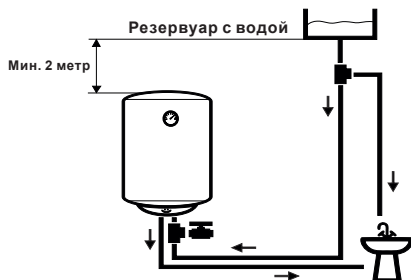

Рис. 2 Схема установки подключением к открытому резервуару
6.2.8. При подсоединении к открытому резервуару с водой (Рис. 2) вода поступает в водонагреватель самотеком из резервуара. При данном варианте подсоединения предохранительный клапан не обязателен.